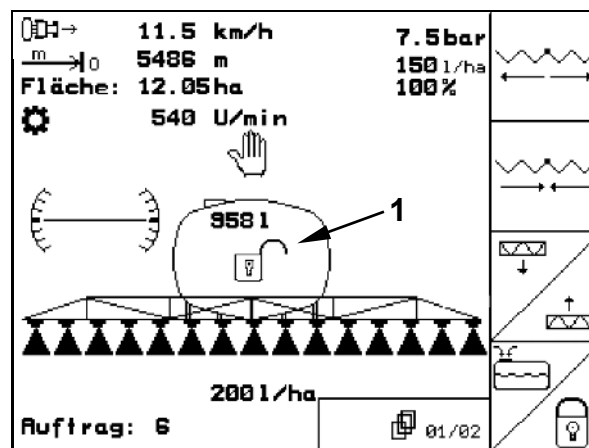

Bild 136
- I arbetsmenyn indikeras en öppen hänglås-symbol (Bild 136/1) då svängningsdämpningen är frigjord.